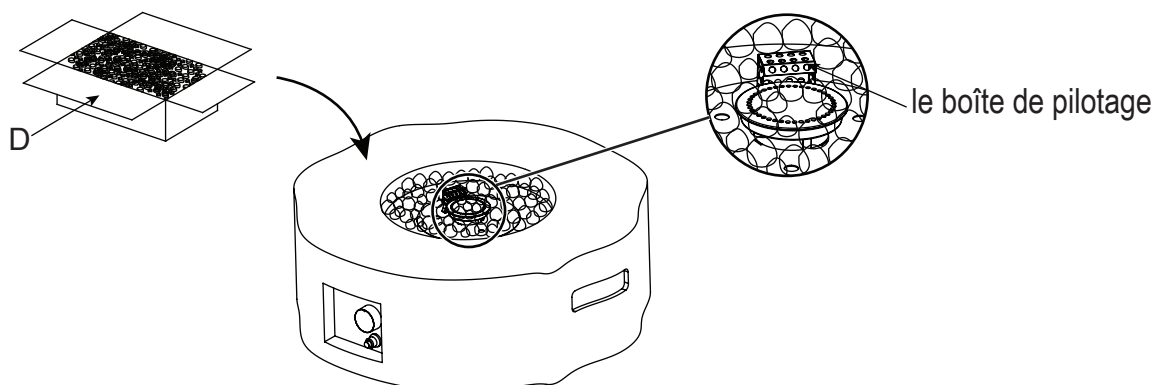

Figure 2
2. Ouvrez la boîte de pierres de lave et placez les pierres de lave (D) dans le foyer (A) (voir la figure 2). Un foyer à gaz nécessite 4,18 lbs de pierres de lave.